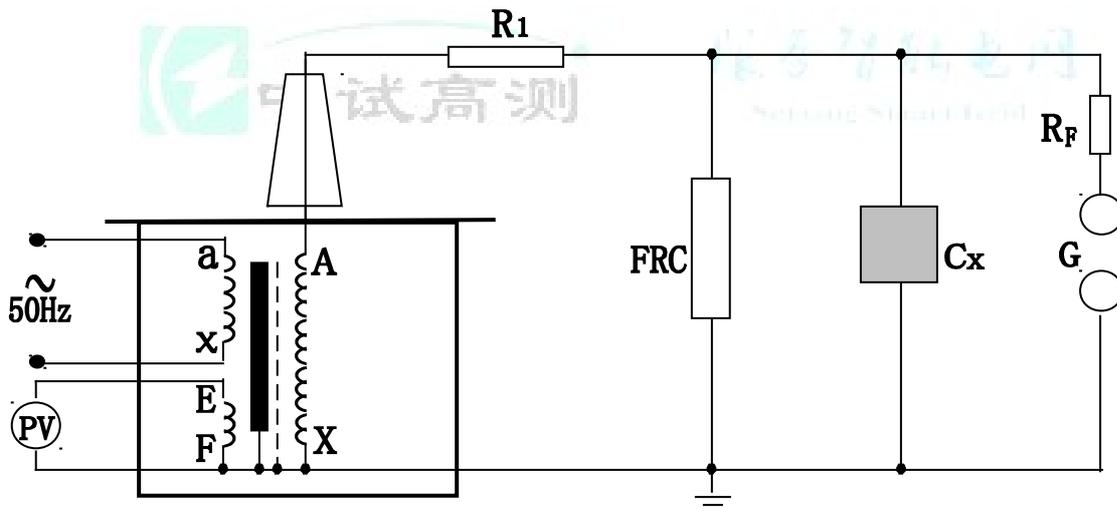

图 5：被试品工频耐压试验接线图
2、三台试验变压器串级获得更高电压的接线原理见图 5。串级高压试验变压器有很大的优越性，因为整个试验装置由几台单台试验变压器组成，单台试验变压器容量小、电压低、重量轻便于运输和安装。它既然可串接成高出几倍的单台试验变压器输出电压组合使用，又可分开成几套单台试验变压器单独使用。整套装置投资小，经济实惠。图 5 中，在第一级和第二级的每个单元试验变压器中都有一个励磁绕组 A1、C1 和 A2、C2。在三台串级试验变压器基本原理中，低压电源加在试验变压器 I 的初级绕组 a1x1 上，单台试验变压器 I、II、III 的输出电压都是 V。励磁绕组 A1、C1 给第二级试验变压器 II 的初级绕组供电；第二级试验变压器 II 的励磁绕组 A2、C2 给第三级试验变压器 III 的初级绕组供电。第二级试验变压器 II 和第三级试验变压器 III 的箱体分别处在对地为 1V 和 2V 的高电位上，所以箱体对地是绝缘的，试验变压器 I 的箱体是接地的。这样第一级、第二级、第三级试验变压器对地的额定输出电压分别为 1V、2V、3V；其额定容量分别为 3P、2P、1P。